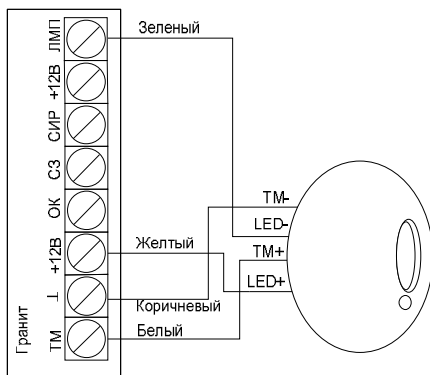

Рис.1
2. Подключить провод КСПВ 4x0,5 к порту ТМ, в соответствии с рис. 1.
3. Подключите порт ТМ к прибору (рис.1).